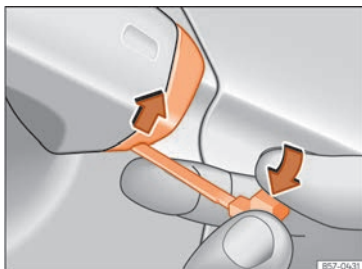

Abb. 56 Fahrertürgriff: Abdeckkappe abhebeln.
- Den Notschlüssel am Fahrertürgriff in die untere Öffnung der Abdeckkappe stecken und die Abdeckkappe von unten nach oben anheben >>> [Abb. 56].